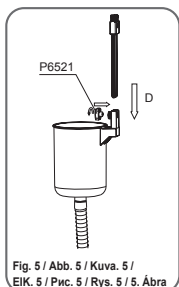
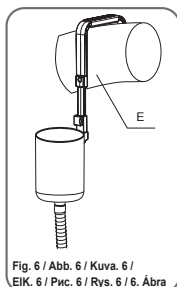

Fig. 5 / Abb. 5 / Kuva. 5 / EIK. 5 / Pvc. 5 / Rys. 5 / 5. Ábra
Fig. 6 / Abb. 6 / Kuva. 6 / EIK. 6 / Pvc. 6 / Rys. 6 / 6. Ábra
3. Bringen Sie den zusammengebauten Haken am Skimmergehäuse an und ziehen Sie ihn mit der mitgelieferten Schraube (**P6521**) fest. (Siehe Abb. 5)
4. Setzen Sie den montierten Haken in den aufblasbaren Ring des Pools in der Nähe des Auslassventils. Stellen Sie falls erforderlich die Höhe des Reinigers ein. (Siehe Abb. 5). Stellen Sie sicher, dass der Haken auf dem Poolrand aufliegt. (Siehe Abb. 6)
3. Maak de geassembleerde haak vast aan de skimmer en zet vast met de schroef (**P6521**). (Zie Fig. 5)
4. Plaats de gemonteerde haak op de opblaasring van het zwembad, bij het uitlaatventiel van het zwembad. Pas de hoogte van de skimmer aan als dat nodig is. (Zie Fig. 5). Zorg ervoor dat de haak goed vastzit aan het zwembad. (Zie Fig. 6)
3. Fissare il gancio montato al corpo dello skimmer stringendolo con la vite fornita (P6521). (Vedere Fig. 5)
4. Posizionare il gancio montato sull'anello gonfiabile della piscina accanto alla valvola di uscita. Se necessario, regolare l'altezza dello skimmer. (Vedere Fig. 5). Verificare che il gancio sia correttamente fissato alla piscina. (Vedere Fig. 6)
3. Fixez le crochet assemblé sur le corps du dépollueur et serrez-le à l'aide de la vis fournie (P6521). (Voir Fig. 5)
4. Placez le crochet assemblé sur l'anneau gonflable de la piscine à côté de la valve d'écoulement. Réglez la hauteur du dépollueur si nécessaire. (Voir Fig. 5)
Assurez-vous que le crochet soit fixé solidement à la piscine. (Voir Fig. 6)
3. Прикрепите собранный кронштейн к корпусу скиммера и затяните крепление винтом (P6521). (См. Рис. 5)
4. Поместите собранный кронштейн на надувное кольцо бассейна рядом с выпускным клапаном. При необходимости отрегулируйте скиммер по высоте. (См. Рис. 5). Убедитесь в том, что кронштейн надежно держится на бассейне. (См. Рис. 6)
3. Przyłóż zmontowany hak do korpusu skimmera i przymocuj go za pomocą dołączonego wkrętu (P6521). (Patrz Rys. 5)
4. Umieść zmontowany zaczepek na nadmuchiwany pierścieniu w pobliżu zaworu wylotowego basenu. Jeżeli to konieczne wyreguluj wysokość pływaków przelewowego. (Patrz Rys. 5). Sprawdź, czy hak jest pewnie przymocowany do basenu. (Patrz Rys. 6)
3. Sätt fast den monterade haken på skimmern och fast med medföljande skruv (P6521). (Se Fig. 5)
4. Placera den monterade kroken på den uppblåsbara ringen på poolen nära poolens utsläppventil. Justera avskumningsheltens höjd vid behov. (Se Fig. 5). Kontrollera att haken är ordentligt fäst till poolen. (Se Fig. 6)